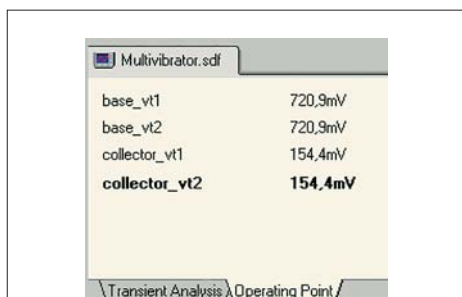

Рис. 10. Добавление нового сигнала к странице результатов расчета рабочих точек
- Выполним щелчок правой кнопкой мыши в любом свободном месте страницы и в появившемся контекстном меню выберем команду Add Wave (добавить сигнал). Появится окно Add Wave to Table (рис. 10).
- На третьем шаге нам будет предложено выбрать сигнал, который будет отображаться на диаграмме. Нажмем кнопку Add, после чего откроется уже знакомое нам по рис. 10 окно.